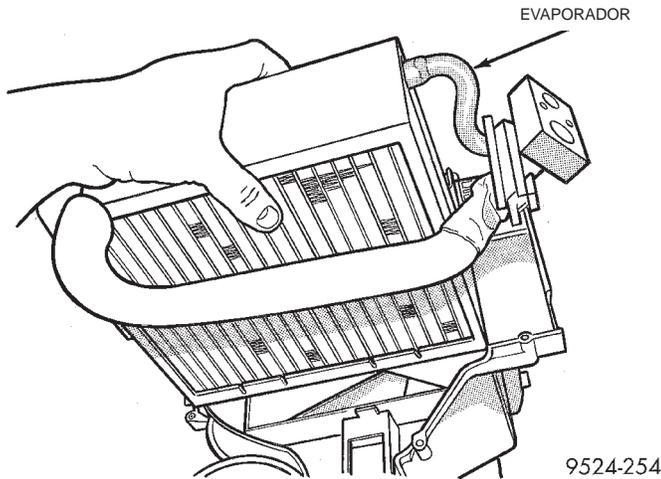

Fig. 40 Desmontaje del evaporador de la caja
- (9) Eleve el evaporador para sacarlo de la caja inferior (Fig. 40).
- (10) Retire el sello de espuma de goma que rodea el evaporador.
- (11) Transfiera el sensor del evaporador. Colóquelo en la misma localización que tenía en el evaporador anterior.